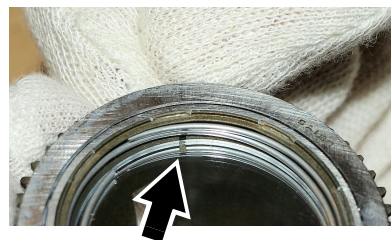

Figure 18: Repère d'alignement des gobos
10. Voir Figure 18. Tournez le gobo dans son porte gobo si nécessaire pour aligner les repères (fléchés ci-contre) du gobo et du porte gobo.